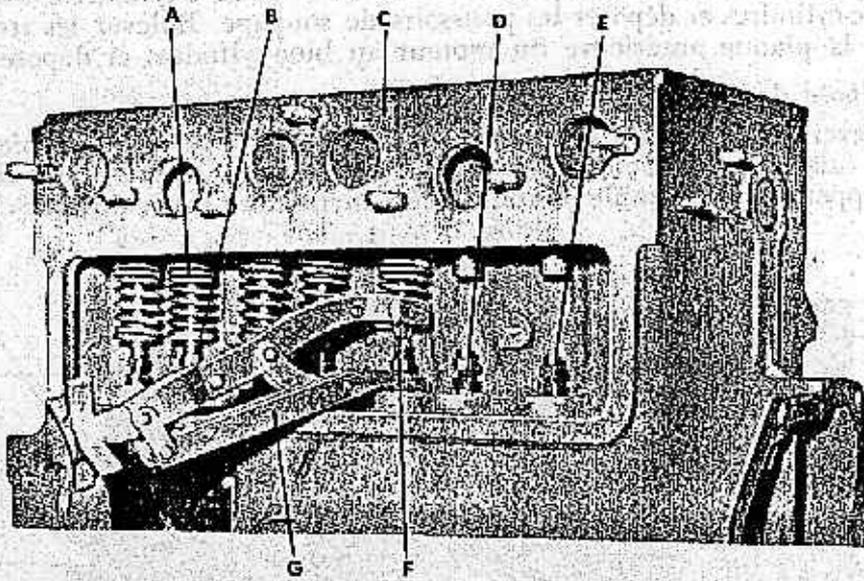

Figure 10. — Dépose des demi-bagues d'arrêt de coupelle d'appui de ressort de soupape au moyen du lève-soupape (41-L-1410).
G. — Dépose des soupapes et des ressorts (fig. 10).
Enlever les deux vis à tête et l'ensemble du dispositif de ventilation du carter, du couvercle de la chambre des soupapes, et déposer le couvercle. Au moyen du lève-soupape (41-L-1410) intercalé entre le poussoir de soupape et la coupelle d'appui du ressort de soupape, soulever les ressorts de soupape qui sont en position de fermeture et déposer les demi-bagues d'arrêt des coupelles d'appui des ressorts de soupapes (fig. 10). Faire tourner le vilebrequin jusqu'à ce que les soupapes ouvertes se ferment et déposer le reste des demi-bagues d'arrêt des coupelles d'appui des ressorts. Déposer les soupapes et les placer dans l'ordre sur une planchette support de façon à pouvoir les remettre sur les cylindres dont on les a enlevées. Au moyen du lève-soupape, comprimer le ressort de soupape sur chaque poussoir de soupape en position de fermeture et retirer le ressort du guide-soupape. Faire tourner le vilebrequin jusqu'à ce que les poussoirs soient en position de fermeture et enlever le reste des ressorts de soupape.